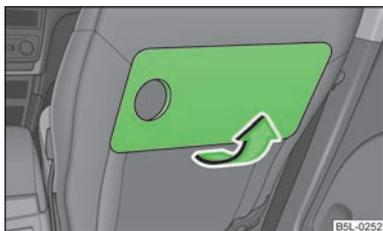

Fig. 79
- Rabattez la tablette en position horizontale en tirant dans le sens de la flèche » fig. 79.